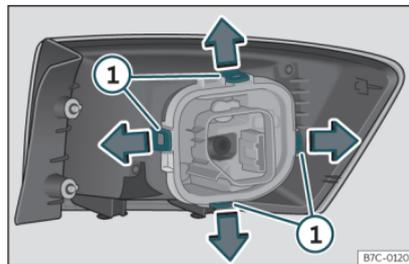

Fig. 50 Linguette di fissaggio nella parte posteriore del fanale di coda.
- Smontare il portalamпада sbloccando le linguette di fissaggio»» fig. 50 ①.